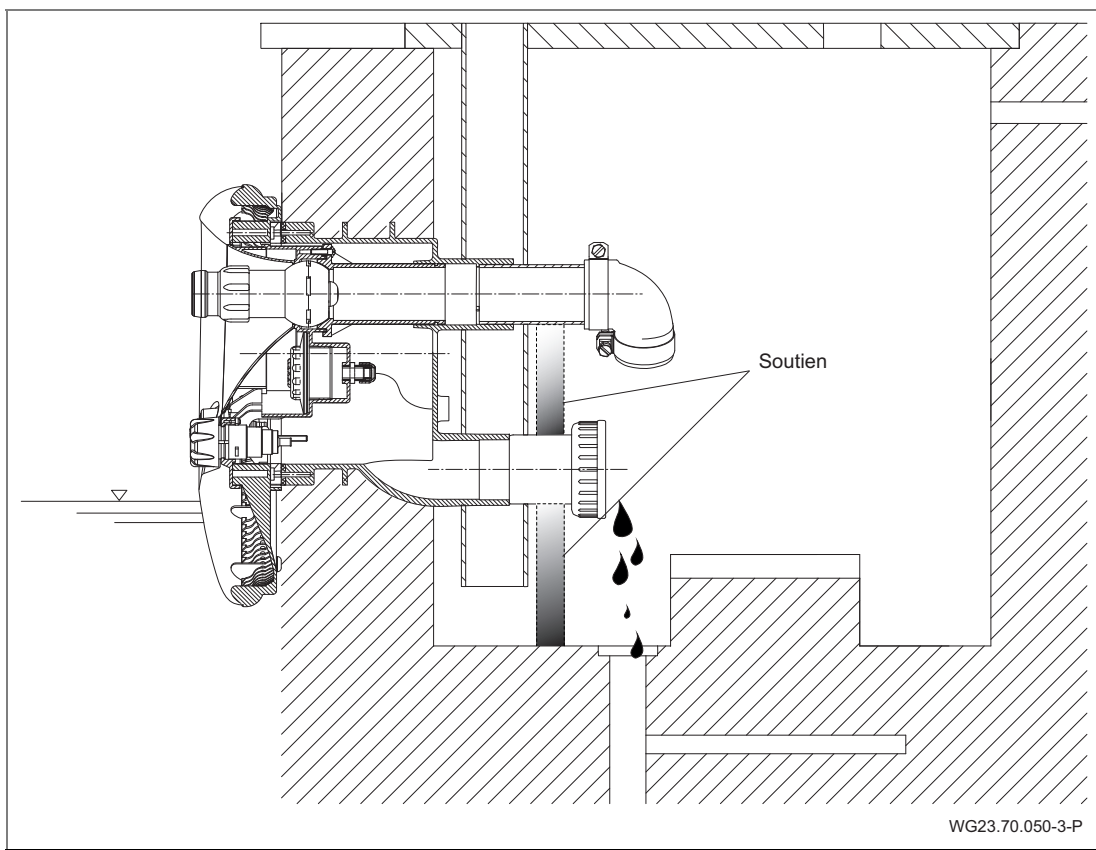

Fig. 28
- 3. Soulager les tuyauteries d'aspiration et de refoulement par des supports. Voir "Fig. 28", page 47.